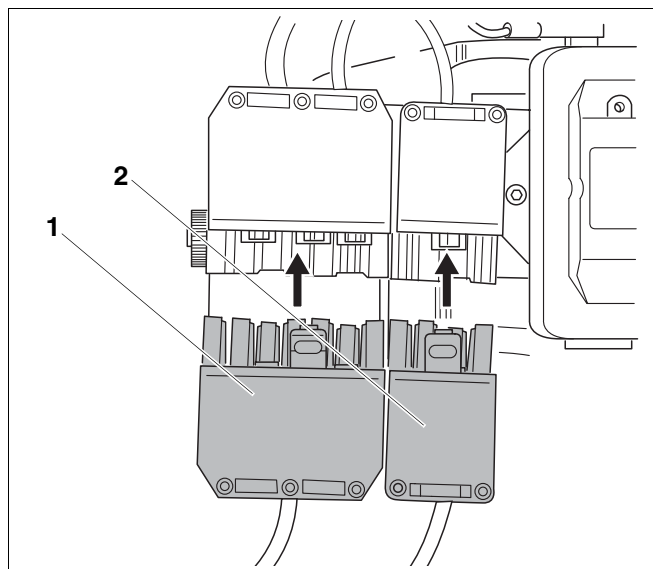

Fig. 13 Branchements électriques
- Branchez les connecteurs électriques entre l'appareil de régulation et le brûleur (fig. 13, **pos. 1** et **2**).